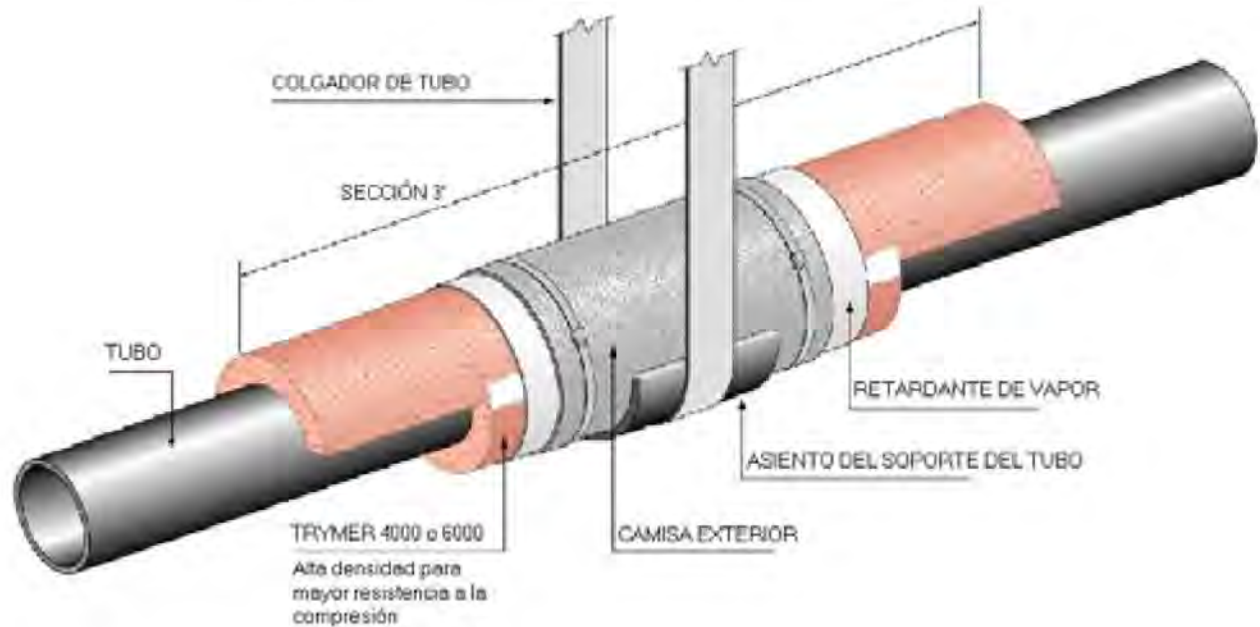
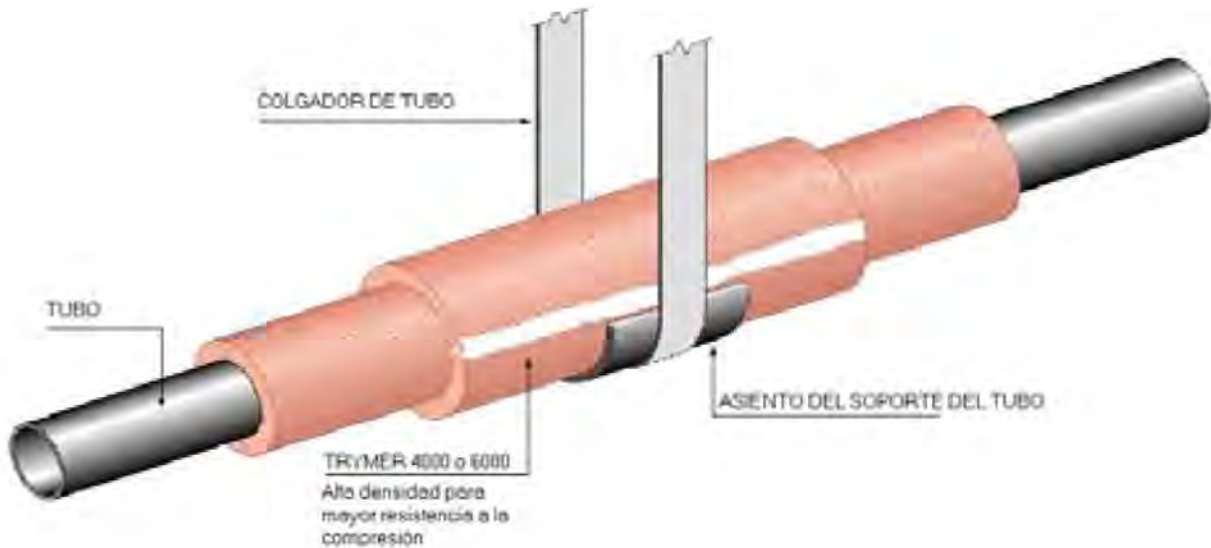
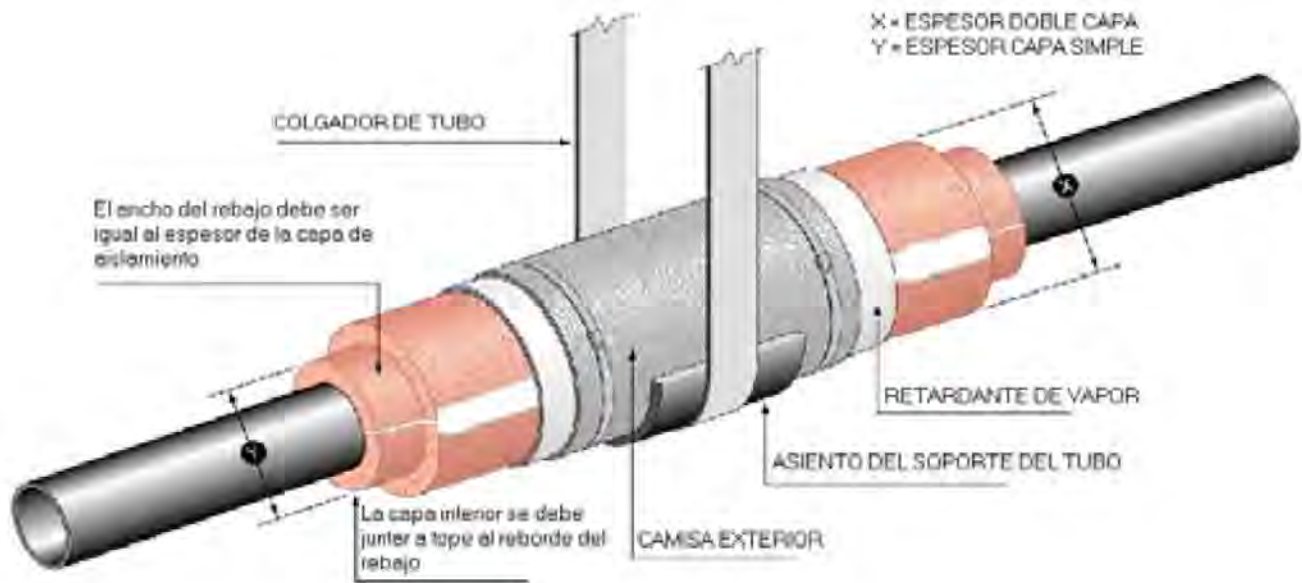

Figura 5
Figura 6
Figura 7
- 4.1.5 Instale una pieza simple de media caña de aislamiento de tubería en la parte inferior de todos los asientos de los soportes de la tubería con sección completa de tubo y un largo completo de sección de tubería en la parte superior de manera que se mantenga una junta alternada a través del asiento del soporte de la tubería (véase la Figura 5 en el Apéndice B). En los sistemas de doble capa se deben instalar secciones de media caña, medias y completas encajadas en la parte inferior del asiento o usar una sección de tubería de una capa y con todo el espesor con extremos rebajados cortados a la profundidad del espesor de la capa interna de modo que la capa exterior pueda traslaparse (véase la Figura 6 y la Figura 7 en el Apéndice B).